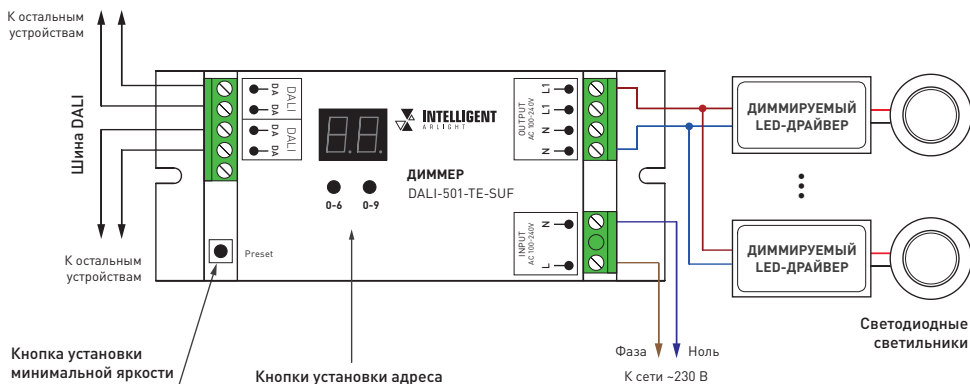

Рисунок 1. Схема подключения диммера, органы управления и индикации
- 3.3. Подключите диммируемый источник света с напряжением питания ~230В к выходу AC OUTPUT диммера (см. Рисунок 1).
- 3.8. Установите адрес диммера. Адрес может быть назначен по шине при помощи мастер-контроллера DALI (см. инструкцию к мастер-контроллеру) или установлен кнопками на корпусе диммера (см. Рисунок 1).